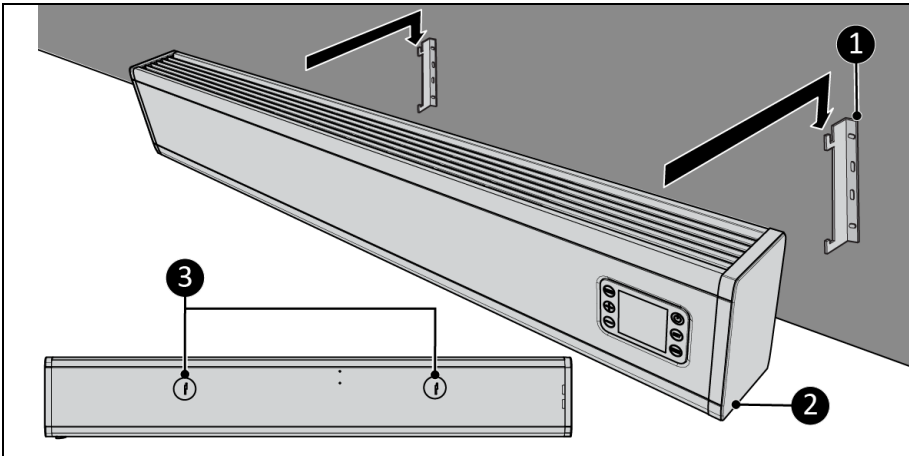

Abbildung 10
7. Platzieren Sie die Halterungslöcher (Abbildung 10, Pos. 3) über den Wandhalterungen (Abbildung 10, Pos. 1).
8. Lassen Sie das Gerät (Abbildung 10, Pos. 2) in die Öffnungen der Wandhalterungen gleiten (Abbildung 10, Pos. 1).